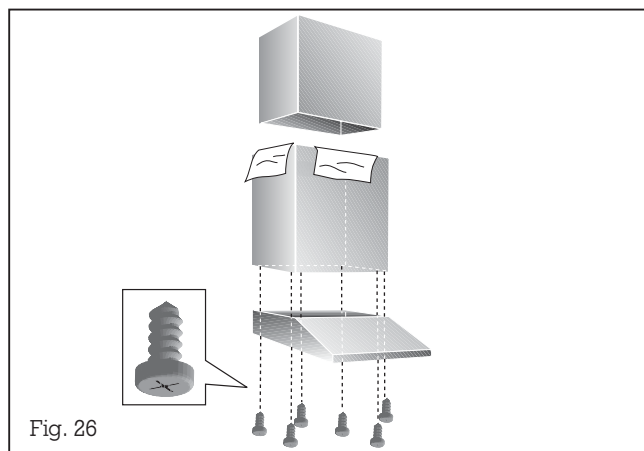

Fig. 26
- Reliez le sabot de cheminée à la partie inférieure du conduit, avec 6 vis (3,5 x 9,5 mm) (fig. 26).